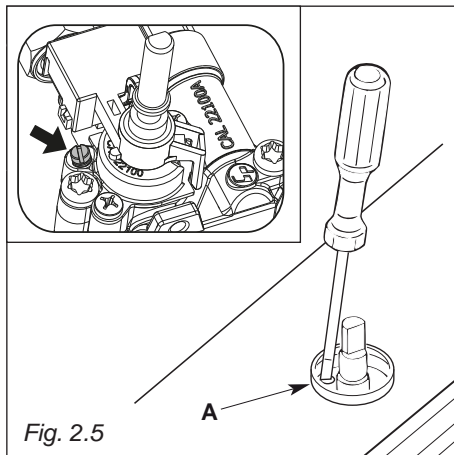

Fig. 2.5
- Con un cacciavite piatto ruotare la vite "A" fino alla corretta regolazione (fig. 2.5).